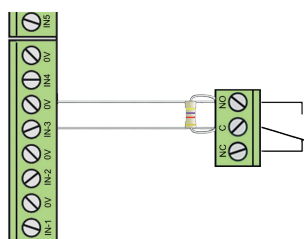

Fig. 5: Normalt öppen (NO)
- För normalt öppen (NO) larmgivare måste ändmotstånd placeras parallellt med reläkontakten (Fig. 5).